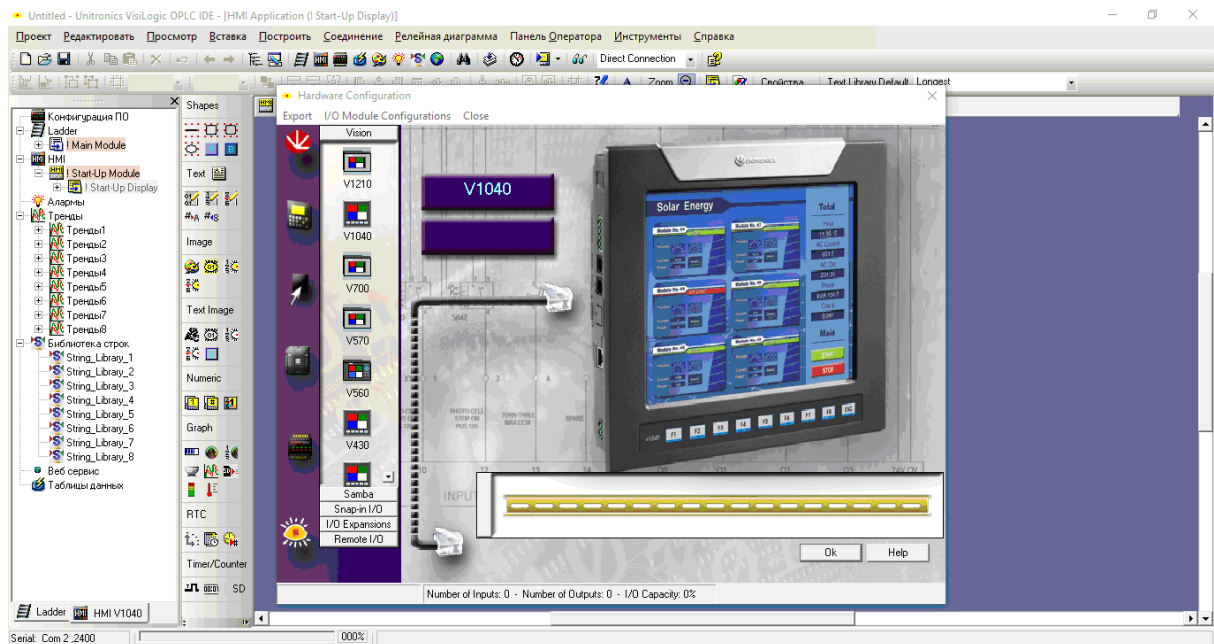

Рис. 1.4. Обираємо контролер
3. Обираємо наш контролер V1040 (рис.1.4)